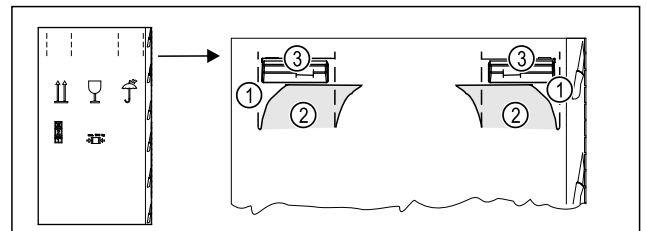

Fig. 5
- ▶ Продавити пакувальний картон зверху по лінії перфорації Fig. 5 (1).
- ▶ Витягнути видавлені частини Fig. 5 (2).
- ▶ Зліва і справа видно ручку для перенесення Fig. 5 (3).
- ▶ Взяти пристрій за ручки для перенесення Fig. 5 (3).